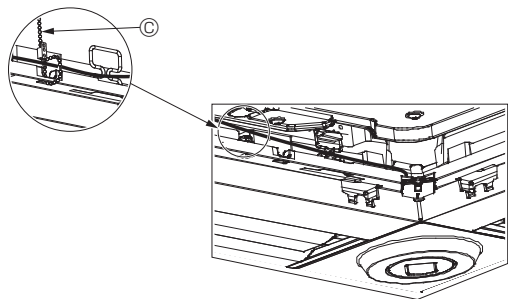

Fig. 10-12
- Sujete los cables del Sensor i-see y del receptor de señales en el panel con el remache de la forma mostrada en el diagrama procurando que queden tensos, y luego corte el sobrante en el extremo del remache. (Fig. 10-12)
- Si la posición del Sensor i-see ha cambiado de "o" (E) a "□" (F), cambie los ajustes de función. (Véase la página 13.)